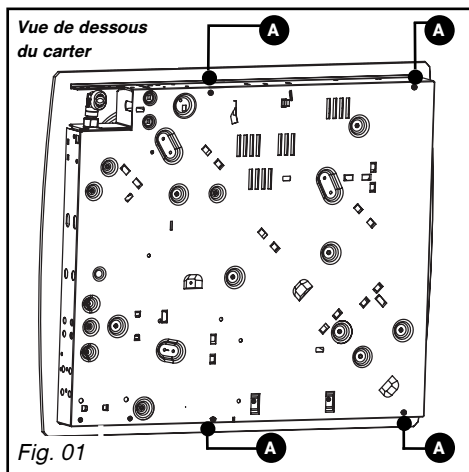
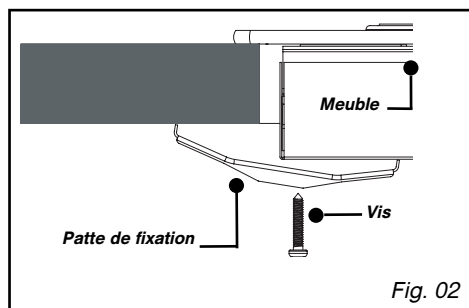

Fig. 01
Fig. 02
Pour assurer l'étanchéité entre la table et le plan de travail, collez le joint fourni dans la pochette avant l'installation de la table : Se conformer au croquis (Fig. 01).
– Pour assurer l'étanchéité entre le carter et le plan de travail, collez le joint mousse **sur le pourtour extérieur du carter** (Fig. 02).
– Vous pouvez immobiliser, si vous le désirez, la table au moyen de pattes de fixation livrées avec leur vis (Fig. 02) se fixant aux coins du carter. **Utilisez impérativement les trous prévus à cet effet suivant le dessin ci-dessus (Fig. 01).**